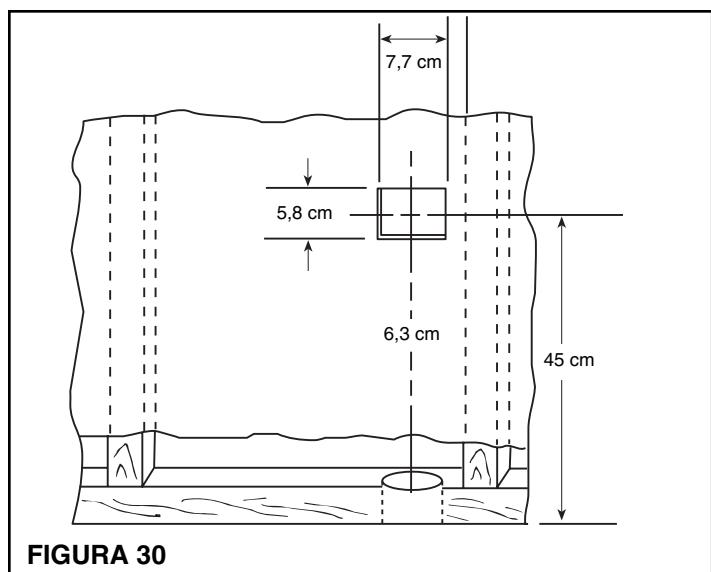

FIGURA 30
- Si el área está clara, corte una abertura para el enchufe en la pared a aproximadamente 45 cm del piso. Asegúrese de que se alineen la abertura de pared y el agujero de tubo de 6,3 cm (Figura 30).